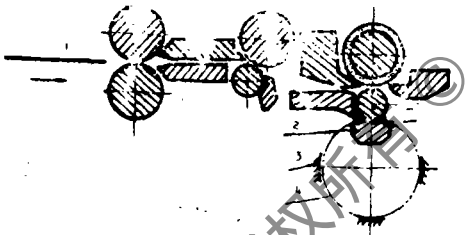

图2 柔化成圆机构。
弹性;同时,这些轧辊还要使板材在不受拗折的状态下,均匀地卷成圆筒形进入主传动机构。此时,圆筒形的板材依靠自己的回弹力卡在作为外导向的圈栏中。图2为柔化成圆机构的简图。
(3) 主传动机构 (包括曲柄机构和步进机构) (4) 板材形成圆筒形进入主传动机构时,依靠内外引导机构的逐步压缩和引导,由一个电机驱动曲柄机构推动步进机构一步步地将工件向前推进(步进机构在精密耐磨的导轨中往复运动)。板材进入主传动时所形成的圆筒还有一定的张口程度(见图2所示),在此向前推进的过程中,将逐步收缩(依靠外面